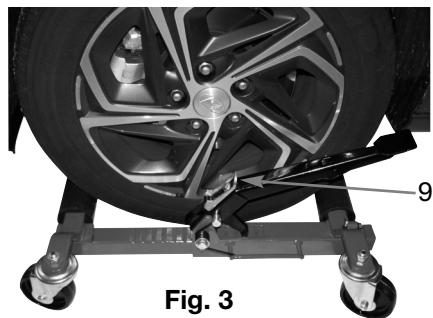

Fig. 3
4. Poussez l'aide à la manœuvre vers le pneu, là où les rouleaux des assemblages de pieds de base chevauchent le pneu et le centre du pneu est aligné avec le centre de chaque rouleau (**Fig. 3**).
9. Faites tourner le verrou (9) (**Fig. 3**) vers l'avant en direction de la pédale, puis continuez à activer la pédale jusqu'à ce que les rouleaux des ensembles de pieds de base dégagent la circonference du pneu. Retirez l'aide à la manœuvre.